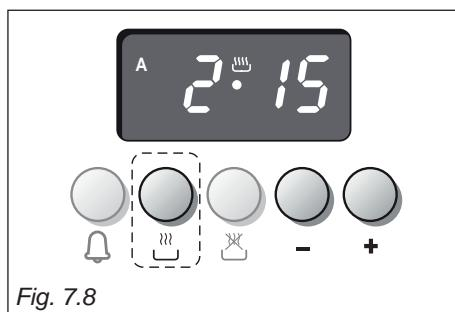

Fig. 7.8
1. Déterminer le temps de durée de la cuisson en pressant le pousoir et le pousoir pour avancer, ou pour revenir si le temps désiré a été dépassé (fig. 7.8). La lettre **A** et le symbole s'allumeront.